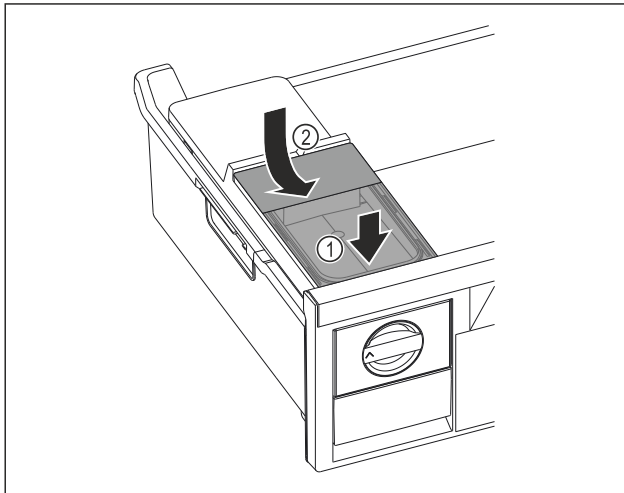

Fig. 99
- ▶ Elöl tegye fel a víztartályt. Fig. 99 (1)
- ▶ Hátról engedje le a víztartályt. Fig. 99 (2)